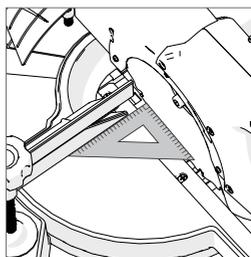

Fig. 19
- Accertarsi che la testina di taglio si trovi sempre nella posizione di bloccaggio più bassa e che il perno di arresto sia completamente scattato in posizione. (vedi **Fig. 19**)
- Posizionare la squadra graduata sul tavolo, facendo in modo che l'estremità corta poggi sul tavolo e l'altra estremità sulla lama di taglio (non sulle punte TCT). (Fig. 19)